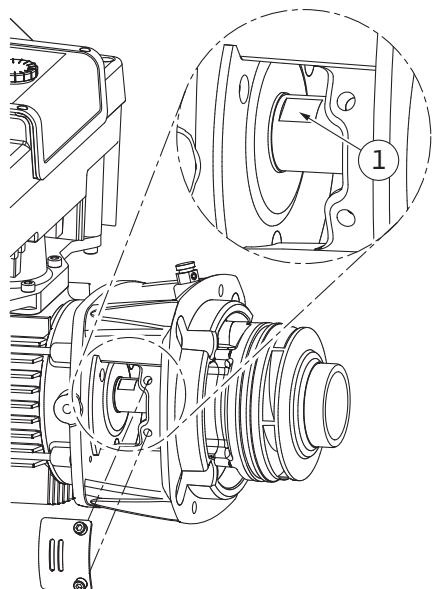

Fig. 106: Nøgleflader på akslen
14. Før en gaffelnøgle (nøglevidde 22 mm) ind i lanternevinduet, og hold akslen fast på nøglefladerne (Fig. 106, pos. 1). Skru pumpehjulsmøtrikken (Fig. I, pos. 22) ud. Pumpehjulet (Fig. I, pos. 21) trækkes automatisk af akslen.
15. Afmonter udligningsskiven (Fig. I, pos. 20).
3. Før en gaffelnøgle (nøglevidde 22 mm) ind i lanternevinduet, og hold akslen fast på nøglefladerne (Fig. 106, pos. 1).
10. Før en gaffelnøgle (nøglevidde 32 mm) ind i lanternevinduet (Fig. IV, pos. 38), og hold akslen fast på nøglefladerne (Fig. 106, pos. 1). Monter pumpehjul med skive(r) og møtrik. Spænd møtrik. Undgå at beskadige akseltætningen, fordi den kommer til at sidde skævt.
11. Rengør lanternens not, og læg den nye O-ring i (Fig. III, pos. 19).